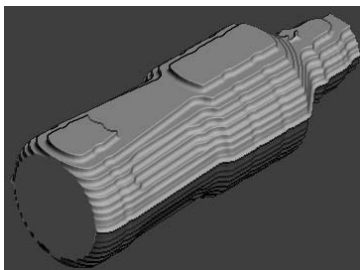

图 4-24 仿真加工结果
2) 在“仿真”工具栏的“当前刀具路径”下拉列表中选择要模拟的刀具路径 rough-top-1, 然后单击“执行”按钮 , 系统开始自动仿真加工, 仿真加工结果如图 4-24 所示。